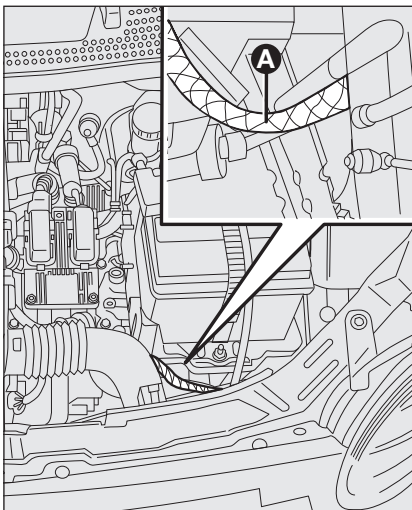

fig. 1a – Versiunile Duratec
- conectați cu ajutorul unui alt cablu borna negativă – a bateriei auxiliare cu un punct de masă **A** pe autoturismul ce urmează a fi pornit (fig. 1a-1b);